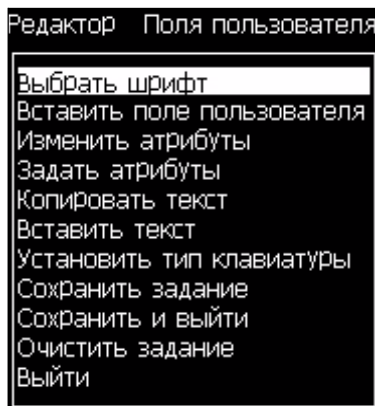

Рисунок 5-34: Меню “Editor” (редактор)
- 1 Нажмите кнопку “Alt”+E, или нажмите кнопку “F1”. Появится меню “Editor” (редактор) (смотрите Рисунок 5-34).